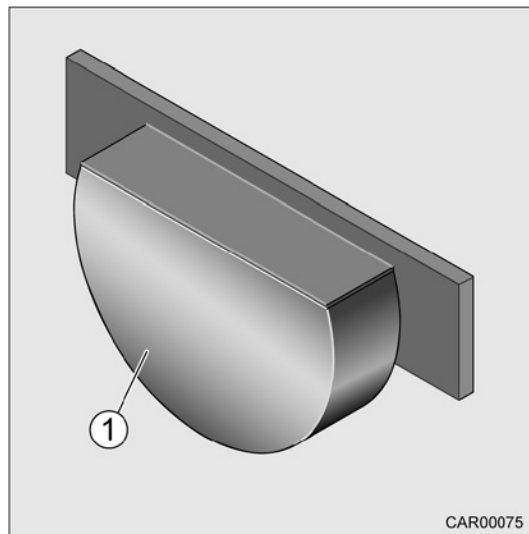

Fig. 178 Lampe avec une alimentation 12 V
1. Enlever le cache (Fig. 178/1).